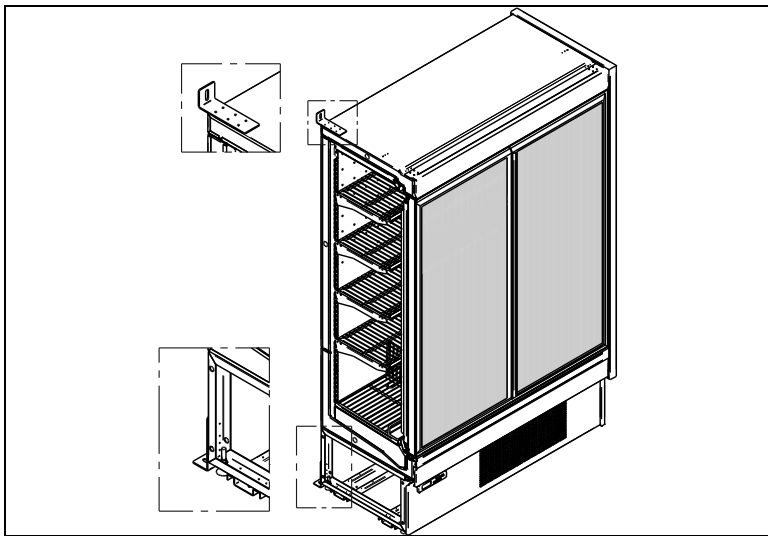

Fig.5C
- Fissare il mobile con le staffe di ancoraggio in dotazione (Fig. 5C). Usare tasselli (non in dotazione) idonei al tipo di parete e di pavimento.